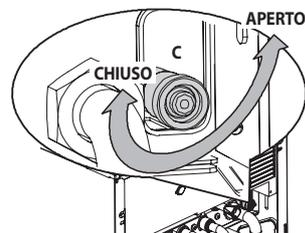

Figura 8.3
- Allentare il rubinetto di svuotamento caldaia C indicato in Figura 8.3.